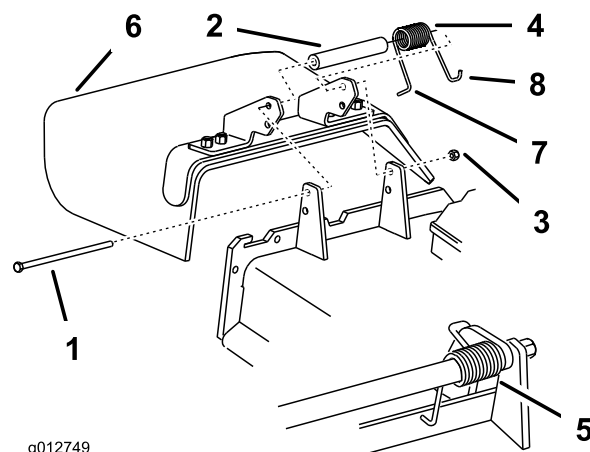

Figura 90
1. Togliete il dado di bloccaggio, il bullone, la molla e il distanziale che fissano il deflettore alle staffe orientabili del tosaerba (Figura 90). Togliete il deflettore di sfalcio se è danneggiato o consumato.
Nota: Verificate che l'estremità a L della molla si trovi dietro il bordo del piatto di taglio prima di montare il bullone, come illustrato nella Figura 90
3. Montate il bullone e il dado. Infilate l'estremità a gancio J della molla attorno al deflettore dello sfalcio (Figura 90).